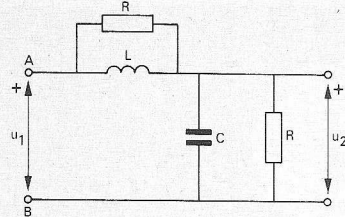

Fig. 15.
3. In de schakeling van fig. 15 zijn de beide weerstanden R gelijk. De spoel en de condensator mogen als verliesvrij worden beschouwd. De ingangsimpedantie (tussen A en B) is reëel en onafhankelijk van de frequentie.